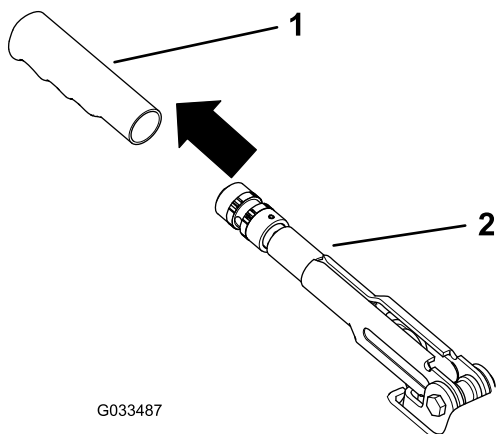

Figure 56
5. Placez la poignée en caoutchouc sur le levier du frein de stationnement (Figure 56).
1. Enlevez la poignée en caoutchouc du levier de frein du stationnement (Figure 56).